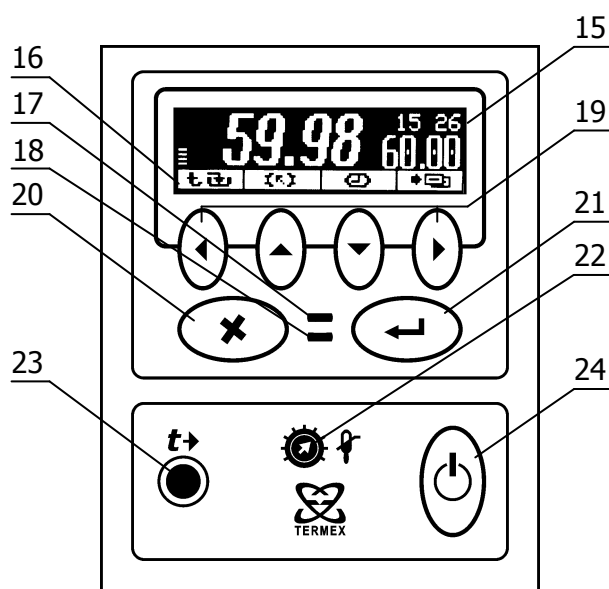

Рисунок 2 – Лицевая панель
Система безопасности блока регулирования отключает двигатель насоса и нагреватель при срабатывании хотя бы одной из защит или неисправности управляющего датчика (1.2.15). При срабатывании системы безопасности раздается звуковой сигнал, загорается индикатор 17 (рисунок 2) и на дисплей 15 выводится информация о причине неисправности.
2.3.1 После подключения сетевого кабеля к электрической сети блок регулирования переходит в режим ожидания. Подключение сопровождается кратковременной подсветкой дисплея 15 (рисунок 2).
2.3.6 Для регулировки яркости подсветки или контраста дисплея нажать кнопку 20 (X), выбрать изменяемый параметр кнопками (▲) и (▼) и установить его значение кнопками (◀) и (▶). Зафиксировать изменение нажатием кнопки 21 (↩) (рисунок 2).
сти дисплея. Для подтверждения выбора отмеченной уставки нажать кнопку 21 (←). Для отмены выбора нажать кнопку 20 (X) (рисунок 2).
2.5.7 Для изменения численного значения отмеченной указателем уставки нажать кнопку (▶). На рамке, обрамляющей значение уставки в правой части дисплея, появятся “засечки”, указывающие на изменяемую позицию в численном значении. Цифра в отмеченной позиции мигает. Нажатиями кнопок (▲) и (▼) установить требуемую цифру в отмеченной позиции. Если удерживать кнопку нажатой, значение уставки будет изменяться непрерывно. Нажатиями кнопок (◀) и (▶) переместить отметку изменяемой позиции. Дискретность изменения значения уставки зависит от положения изменяемой позиции: если отмечена позиция десятков, то при единичном нажатии кнопки (▲) или (▼) значение уставки изменится на 10 °С. Если отмечена позиция десятых долей, то значение уставки изменится на 0.1 °С соответственно. Закончить ввод нового значения уставки нажатием кнопки 21 (←). Для возврата к значению уставки до ее изменения нажать кнопку 20 (X) (рисунок 2).
2.6.3 При срабатывании защиты раздается звуковой сигнал и загорается красный индикатор срабатывания системы безопасности 17 (рисунок 2). Работа насоса и нагревателя будет заблокирована. На дисплее отобразится текущее состояние системы защит.
2.6.5 После устранения причины срабатывания защиты или ее отключения кнопкой (▶) индикатор 17 (рисунок 2) погаснет. Перевести блок регулирования в рабочий режим нажатием кнопки 21 (◀).